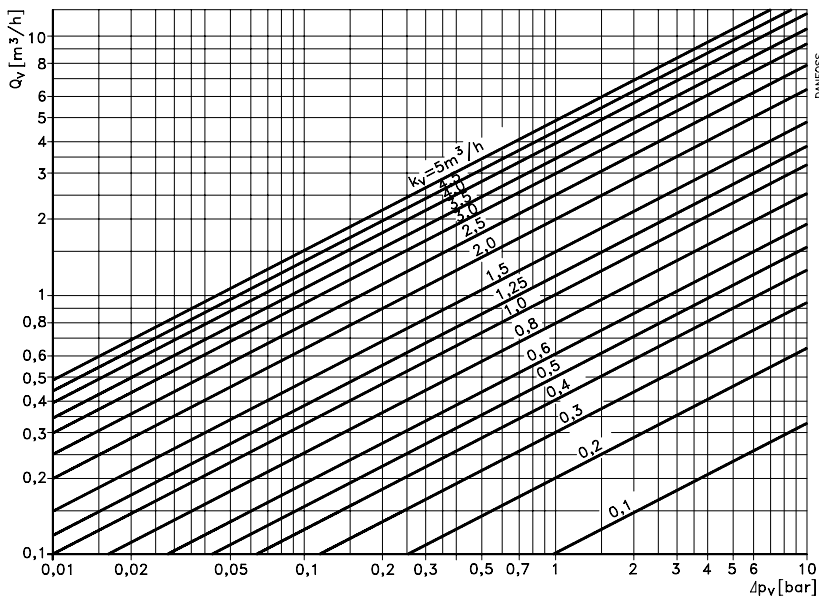

Fig. 6
- Fig. 6 - Gráficos de los valores k_v